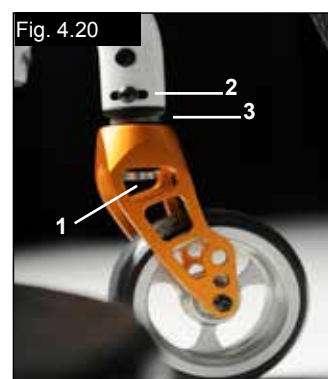

Fig. 4.20
Maak de inbuschroeven (1) aan de onderkant van de vork los. Hierna kunt u de schroef losmaken (2). Nu kunt u de fitting naar links of rechts draaien (3). Links - de stoel trekt naar links. Rechts - de stoel trekt naar rechts. Draai vervolgens de schroeven weer aan (2). Zet de wielvork in een hoek van 90° ten opzichte van de vloer. Draai vervolgens de schroeven weer aan (1). (Fig. 4.20).